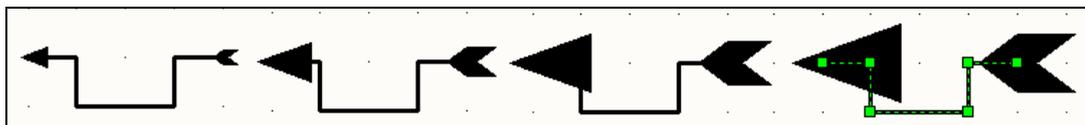

图 3-91 各式各样的端点大小设置
- 【Line Shape Size】端点大小：端点形状的大小可以设定为极小、小、中等和大四种状态，效果分别如图 3-91 所示，当端点的属性设置为【None】无时，该项设置是没有效果的。